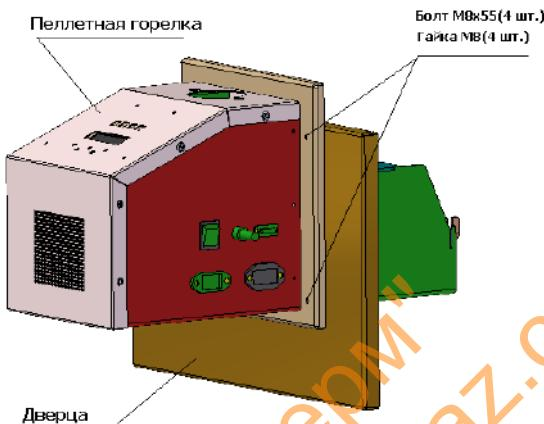

Рис.28 Дверца с пеллетной горелкой KOP1 4/25
7.1.4 Демонтировать среднюю дверцу 3 (рис. 2), и заменить на дверцу из комплекта горелки KOPI 4/25 или KOPI 12/50 (см. табл.2) в сборе с горелкой (**рис.28**)